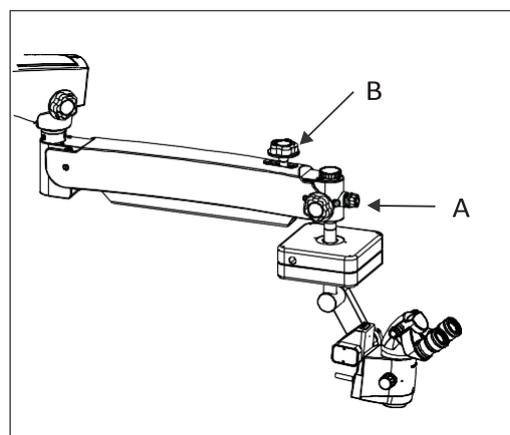

Fig. 9
Il est situé à l'avant du bras de suspension, indiqué comme (A) dans la fig. 9. La luminosité du champ de vision peut être ajustée selon le confort de l'utilisateur à l'aide du bouton de réglage de l'intensité.
Ce bouton vous permet de verrouiller le mouvement du bras pivotant à la position souhaitée après la mise au point initiale de la zone d'observation en le tournant dans le sens des aiguilles d'une montre. Le bouton est indiqué comme (B) dans la fig. 9.
3. Verrouillez le mouvement haut et bas du bras de suspension à l'aide du bouton de verrouillage (B) dans la figure 9 après la mise au point grossière de la zone d'observation.